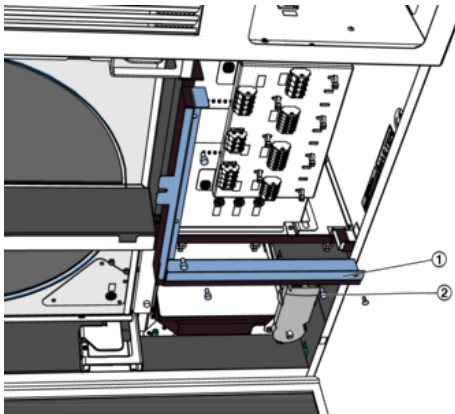

Abb. 74: Winkel demontieren
5. ▶ Am Winkel (Abb. 74/1) die 5 Schrauben (Abb. 74/2) lösen und Winkel herausnehmen.